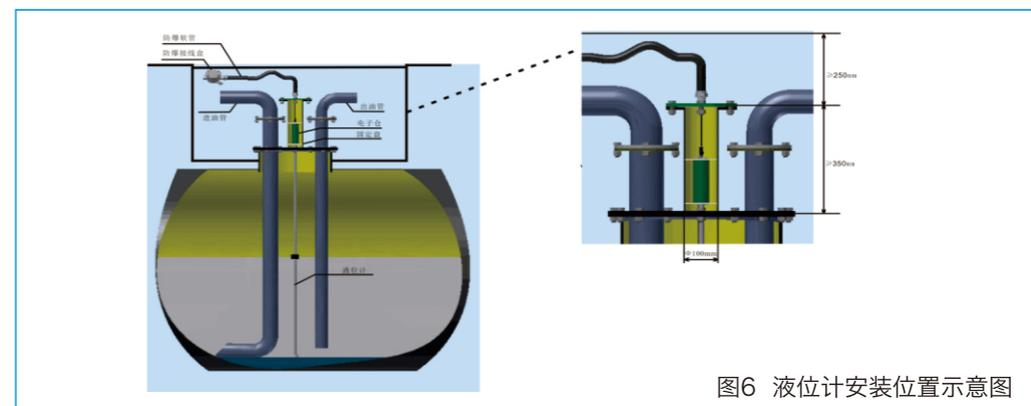

图6 液位计安装位置示意图
7. 双手拿起杆体从上伸管轻轻放入油罐内，杆体放入罐内后，单手抓住固定盘调整杆体使其竖直；安装位置见图6。